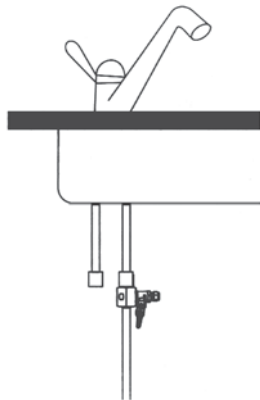

Рис. 8
2.4. Установите узел в сборе в разрыв гибкой подводки смесителя, как показано на рис. 8.